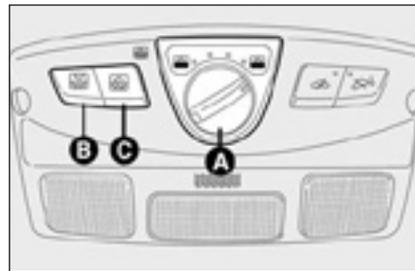

рис. 86
Когда люк полностью закрыт (ручка на **0**), поверните ручку **A** – рис. 86 по часовой стрелке и выберите один из пяти возможных вариантов раскрытия.
Поверните ручку **A** – рис. 86 против часовой стрелки и выберите один из пяти возможных вариантов закрытия.
Каждое положение соответствует типу закрытия люка. Чтобы полностью закрыть люк одним движением ручки, установите ручку **A** – рис. 86 в положение **0**.
Нажмите кнопку **В – рис. 86**, чтобы полностью открыть солнцезащитную шторку. Снова нажмите кнопку, чтобы остановить ее.
Чтобы закрыть солнцезащитную шторку, нажмите кнопку **С – рис. 86**. Снова нажмите кнопку, чтобы остановить ее.
- поверните ручку **А – рис. 86** до конца против часовой стрелки;
- нажмите и удерживайте ручку **А – рис. 86** в нажатом положении до закрытия люка, после чего отпустите ее;
В этом случае можно сдерживать работу системы защиты от раздавливания закрытием люка (в течение 5 секунд от начала работы системы), поверните ручку **A** – рис. 86 в положение 0 и удерживайте ее нажатой вверх до закрытия.